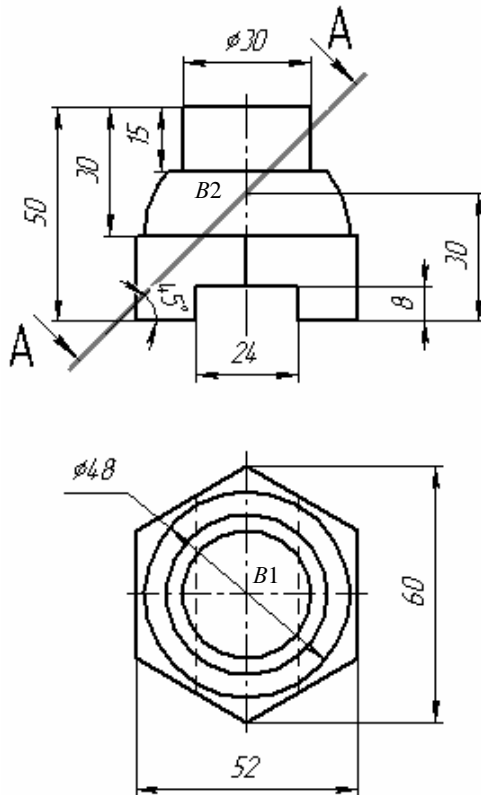

Рис. 32. Исходные данные для построения
Рассмотрим способ построения сечения тела плоскостью частного положения на примере (рис. 32).
1. Для того чтобы построить три вида детали, необходимо в соответствии с рис. 32 последовательно выбрать и сохранить виды: спереди, сверху и слева.